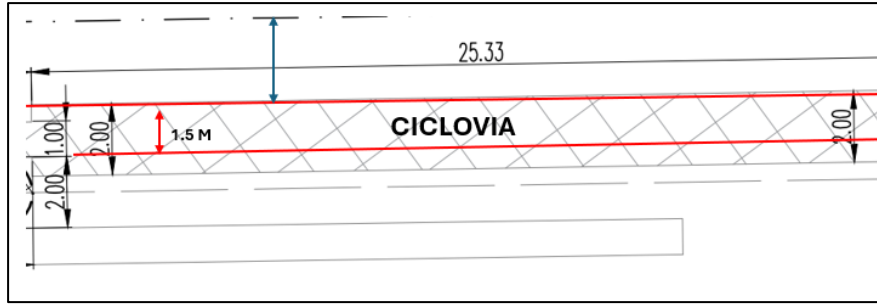

Figura 2
- 2.6. En los tramos de calzada a reponer entre las medianas, en el caso de que la intervención exceda la ciclovía (arriba), se deberá reponer la pista completa, (ver figura 2). Incorporar una nota en planimetría con este criterio.